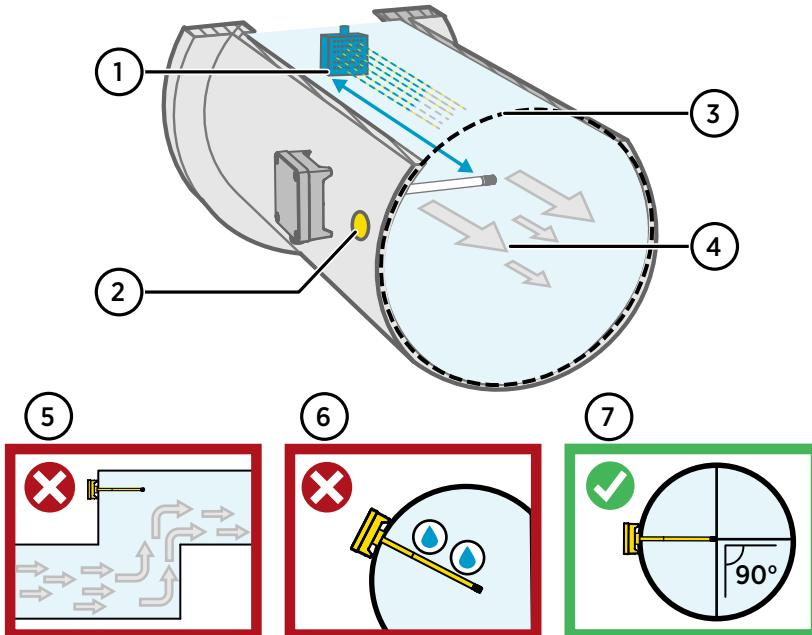

Figura 33 Información general de la instalación en conductos
- 4. Opcional: Taladre un segundo orificio para mediciones de referencia de aproximadamente 30 cm (12 pulg.) desde el orificio de instalación del transmisor. Consulte Figura 33 \(página 46\).